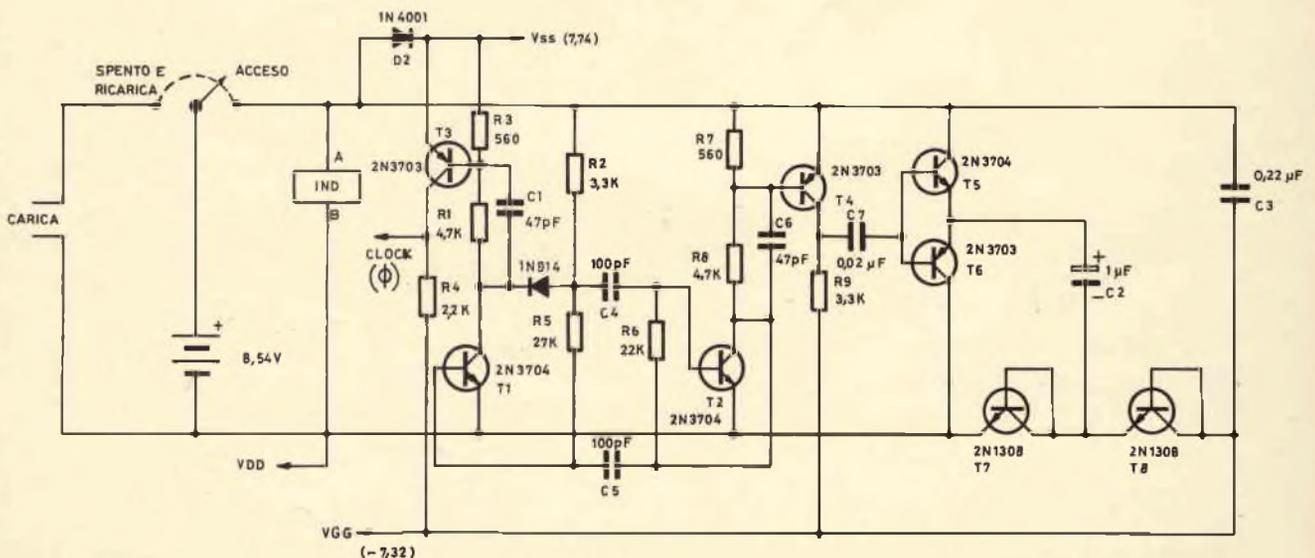

Fig. 1 - Particolare dello schema elettrico relativo al circuito di alimentazione del calcolatore tascabile a otto cifre.
- 4) L'ingresso di clock (Ø) e i tre punti di alimentazione VSS, VDD e VGG vengono alimentati dal circuito di Fig. 1 che funziona da generatore di clock e alimentatore nello stesso tempo.